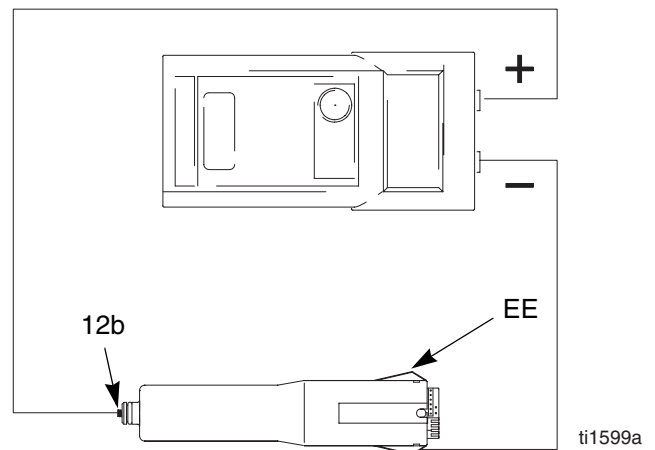

Fig. 18. Prueba de resistencia de la fuente de energía
1. Desmonte la fuente de alimentación (12), página 52.
2. Desconecte el alternador de la turbina (13) de la fuente de alimentación, página 53.
3. Mida la resistencia desde las correas de toma a tierra de la fuente de energía (EE) hasta el muelle (12b). Vea Fig. 18.